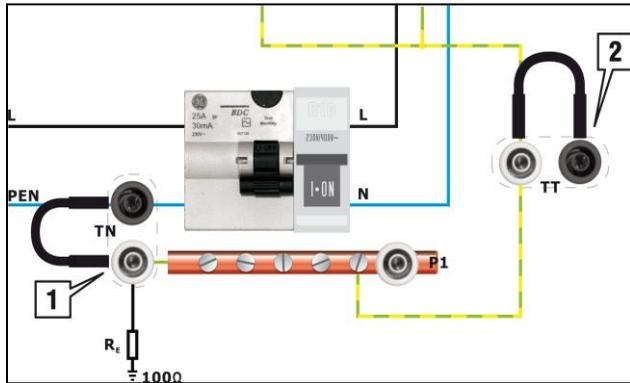

Abb. 3. Jumper zur Auswahl des Netzwerktyps.
- wählen Sie den Netzwerktyp TT oder TN mit dem Jumper an der entsprechenden Stelle (Abb. 3),
- wählen Sie den **TT**- oder **TN**-Netzwerktyp mit Hilfe des Jumpers an der entsprechenden Stelle (Abb. 3),